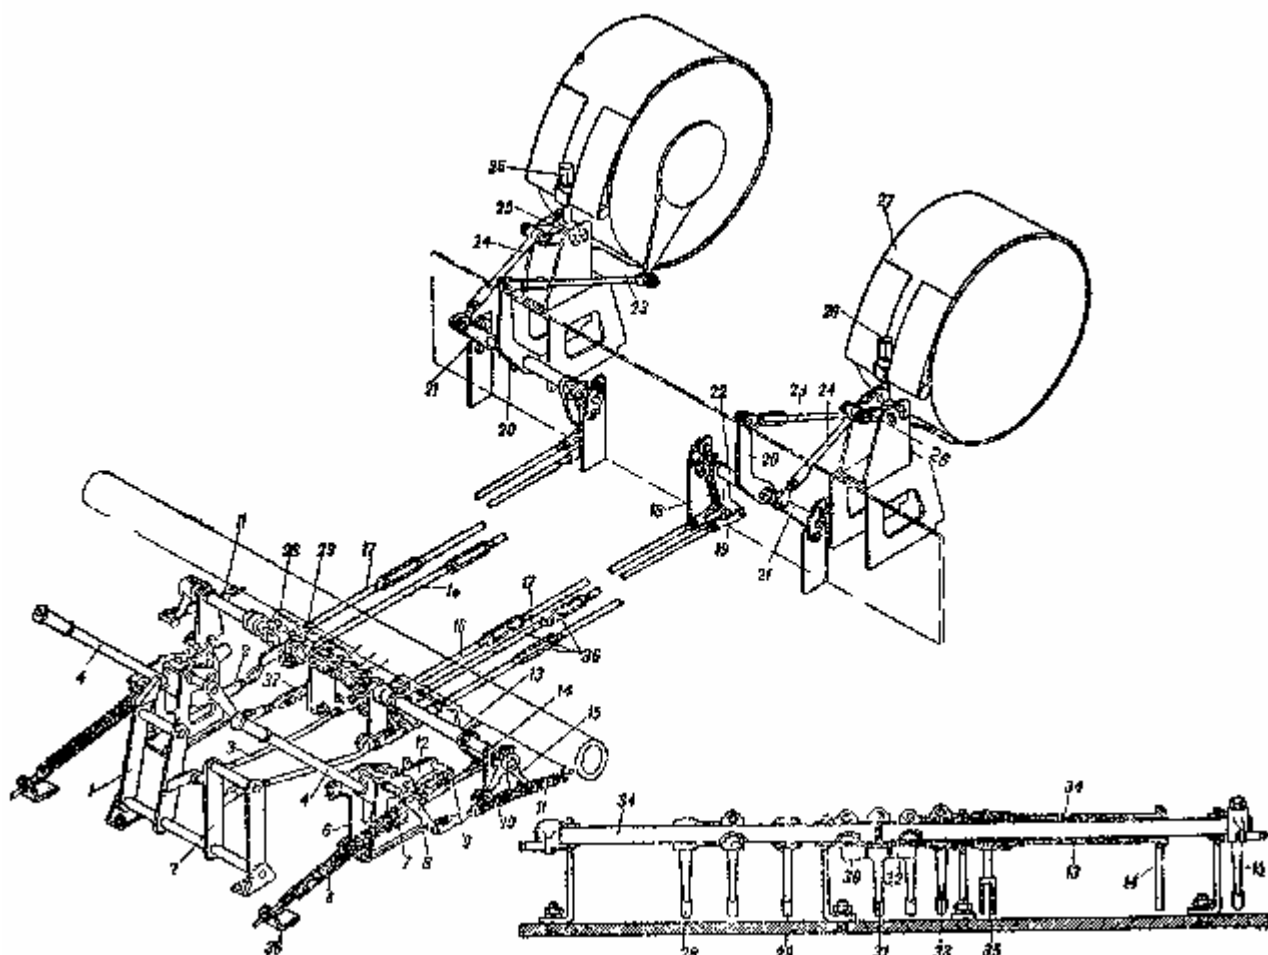
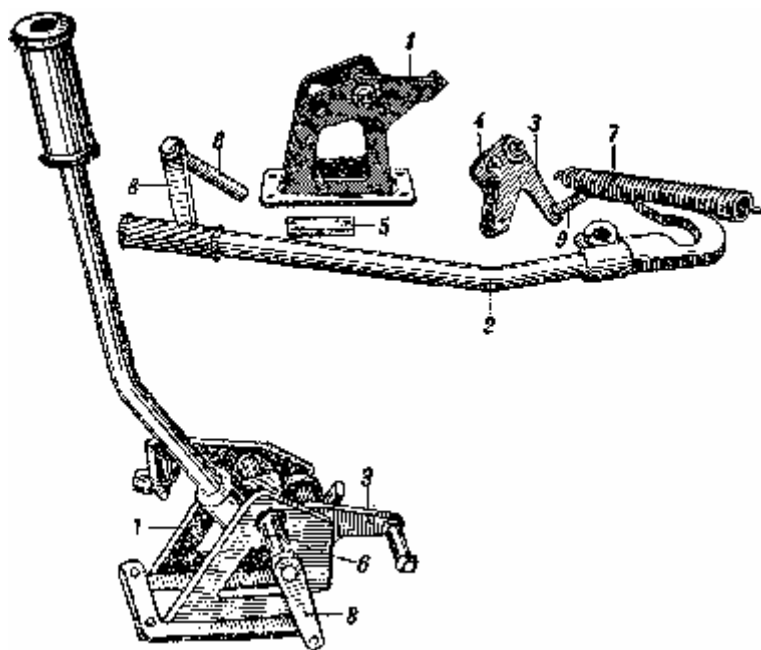

Рис. 117. Схема управления бортовыми фрикционами и тормозами:
Рис. 119. Общий вид и детали рычагов управления:
Ручной привод управления (рис. 117) состоит из трёх узлов:
Между шейками кронштейна на оси помещён трёхплечий рычаг 12 (см. рис. 117). Ролик 4 (рис. 119) этого рычага помещается в зеве крюка, находясь с ним в зацеплении.
Таким образом, при повороте водителем рычага на себя сначала выбирается зазор между крюком и роликом, а затем крюк, нажимая на ролик, повернёт трёхплечий рычаг, тянущий за собой промежуточную тягу 9 (см. рис. 117) бортового фрикциона, второй конец соединён с рычажком 14, приваренным к трубе 13 на уравнительном валике. К этой же трубе 13 приварен и второй рычажок 33, с которым соединена продольная тяга 17 бортового фрикциона. Последняя проходит под днищем в трансмиссионное отделение, где она соединена с рычажком 19 на переходном валике.
- 1) Проверить холостой ход тяг привода к бортовым фрикционам. Для этого, отделив промежуточную тягу 9 (см. рис. 117) бортового фрикциона от трехплечего рычага или продольную тягу 17 от рычажка 33 на уравнительном валике подать тягу рукой вперёд. Полученный холостой ход должен находиться в пределах 9...12 мм. При холостом ходе менее 9 мм удлинить или промежуточную тягу (свинчиванием вилки), или продольную тягу (регулирующей муфтой), либо укоротить наклонную тягу в корме танка. Если же холостой ход более 12 мм, то поступить наоборот. Проверив ход, соединить с рычагом ранее отъединённую тягу.